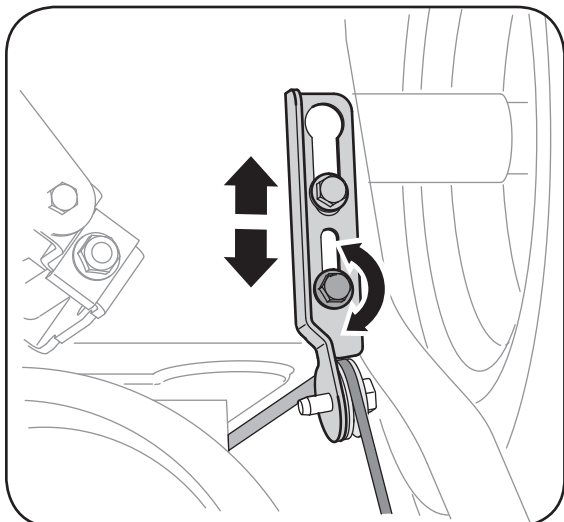

Figure 4-2
- Redressez le support vers le haut pour obtenir plus de jeu (ou vers le bas pour augmenter la tension). See Figure 4-2.